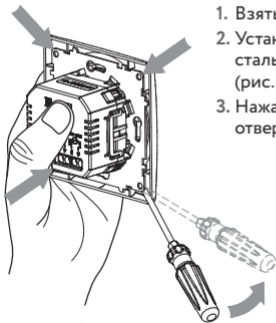

Рис. 4
2. Установить отвертку в угол между стальной рамкой и рамкой Florence (рис. 4).